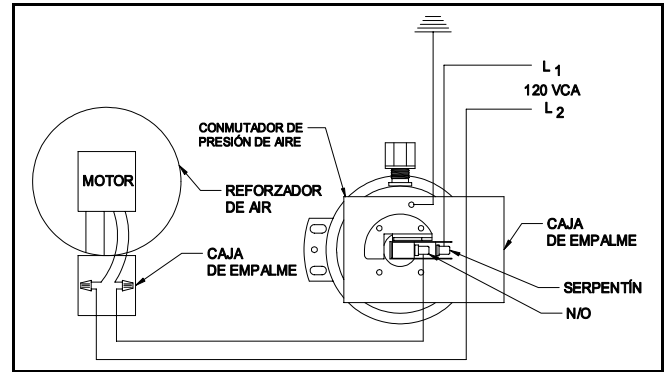

Figura 9
2. Consulte el diagrama de cableado para determinar las conexiones correctas de los cables. Conecte todos los cables según se indica en el diagrama. Asegure la tapa de la caja a la caja cuando haya terminado. (Ver Figura 9)